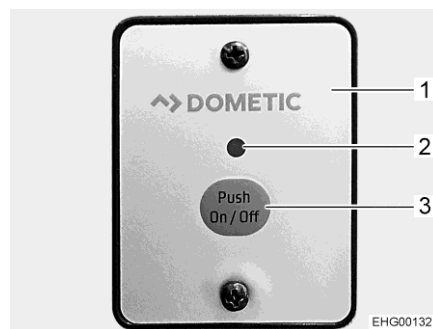

Fig. 181 Interrupteur externe (onduleur)
Utilisation sur l'interrupteur externe L'interrupteur externe (Fig. 181,1) est placé sur la face avant de la banquette.
- Appuyer sur la touche "On/Off" (Fig. 181,3). La DEL (Fig. 181,2) s'allume.
- Appuyer sur la touche "On/Off" (Fig. 181,3). La DEL (Fig. 181,2) s'éteint.